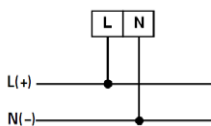

Рис. 4 – Подключение напрямую (если напряжение $\leq 500\text{В}$)
1. Подключите прибор к исследуемой цепи в соответствии со схемами подключения, см. рис. 4 и 5.